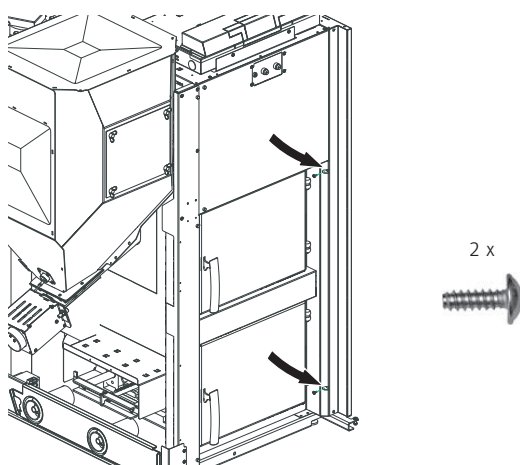

Fig. 69 Avvitare la parete laterale con 2 viti autofilettanti
- ▶ Avvitare la parete laterale destra davanti con 2 viti autofilettanti – Fig. 69.